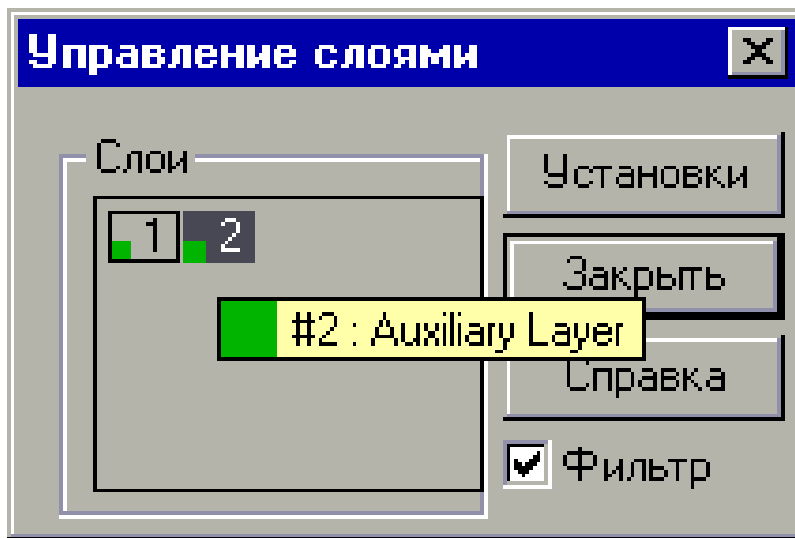

Рисунок 1.5 – Керування шарами
1. Натисніть кнопку  «Управление слоями» на панелі «Режимы». З'явиться діалог «Управление слоями» (рис. 1.5).